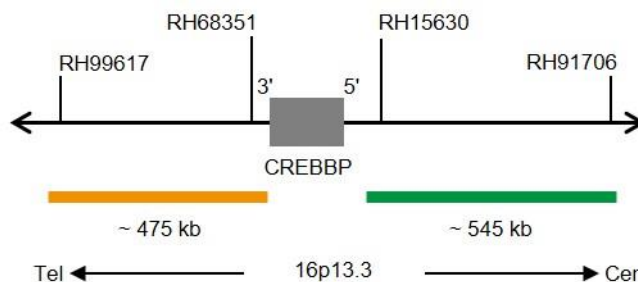

Fig. 1: SPEC CREBBP Mapa de la sonda (no está a escala)
- Polinucleótidos marcados en verde (excitación a 503 nm/emisión a 528 nm) ZyGreen (~10,0 ng/μl), dirigidos a secuencias localizadas en 16p13.3* (chr16:3,978,217-4,521,684) proximales a la región del punto de ruptura de CREBBP (ver Fig. 1).
- Polinucleótidos marcados en naranja (excitación a 547 nm/emisión a 572 nm) ZyOrange (~4,5 ng/μl), dirigidos a secuencias localizadas en 16p13.3* (chr16:3,287,067-3,762,188) distales a la región del punto de ruptura de CREBBP (ver Fig. 1).